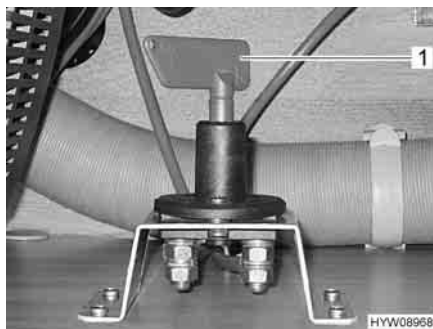

Fig. 14 Interruttore principale per il sistema di manovra
- Ruotare l'interruttore principale per il sistema di manovra (Fig. 14,1) di 90°. Il sistema di manovra è acceso.
- Ruotare l'interruttore principale per il sistema di manovra (Fig. 14,1) di 90°. Il sistema di manovra è spento.